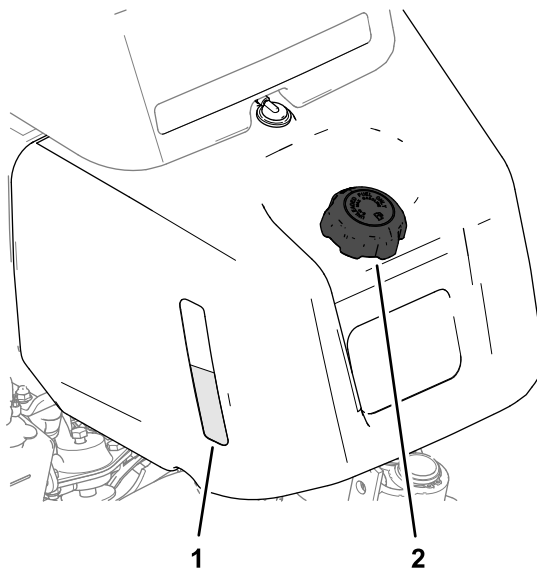
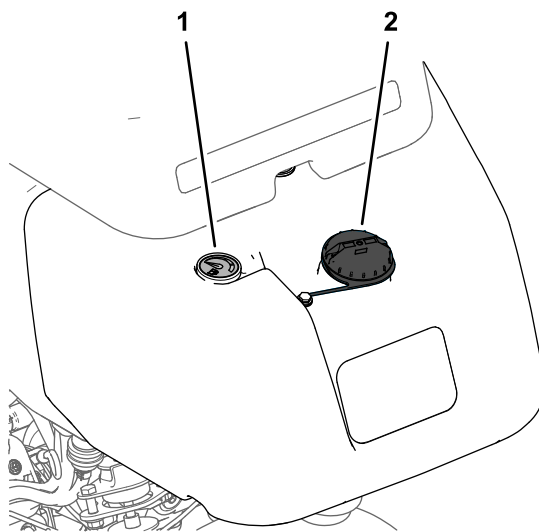

Рисунок 24
Рисунок 25
1. Очистите область вокруг крышки топливного бака и снимите крышку (Рисунок 24 или Рисунок 25).